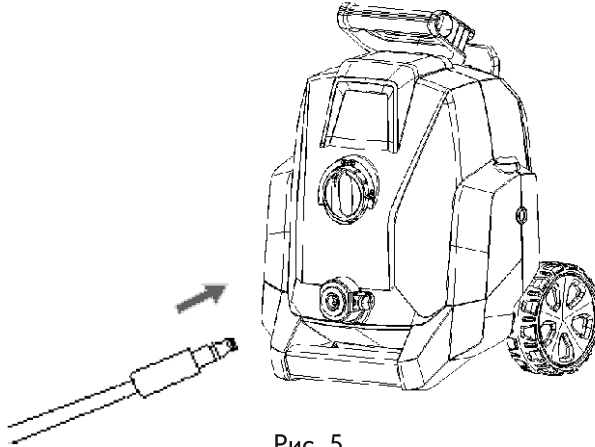

Рис. 5
- Подсоедините шланг высокого давления к выпускному отверстию мойки высокого давления как показано на Рис.5